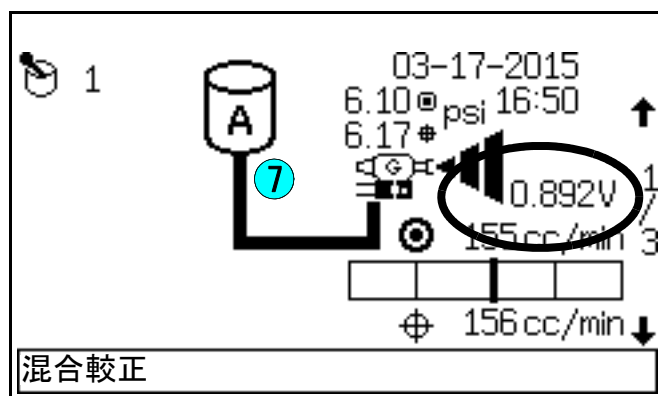

図 95. 状態画面
5. **状態画面** に戻ります (図 95 を参照して下さい)。画面の下の状態バーが混合較正の進行中を示します。
7. **状態画面** (図 95 参照) にて、電圧は 0 から開始され漸次 3.3 V まで増加されます。流量も構成中に増加を開始しますが、最初のいくつかの電圧の増加については表されない可能性があります。